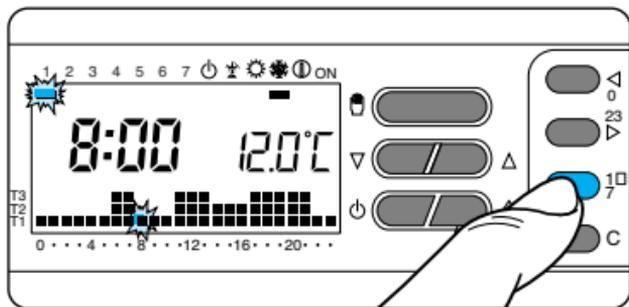

Fig. 38
8.2 - Tramite il pulsante 1÷7 portare l'indicatore del giorno in posizione 1 (Lunedì) (fig. 38).